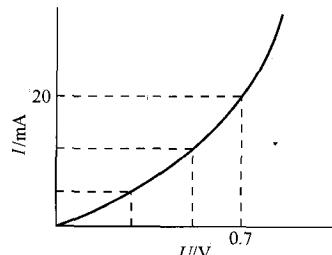

图 1-4 非线性电阻的伏安特性是一条曲线
(2) 非线性电阻：通过不同的电流，或加不同电压时，就会有不同的阻值（或者说电阻值不是常数），这种电阻叫非线性电阻，如图 1-4 所示。